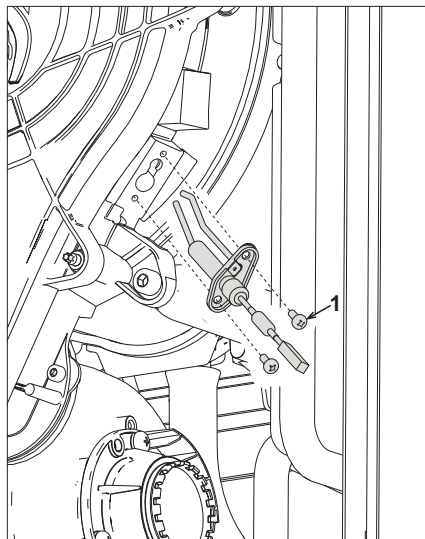

fig. 44
- Pentru a curăța schimbătorul de căldură este util să scoateți electrodul (vezi fig. 44)